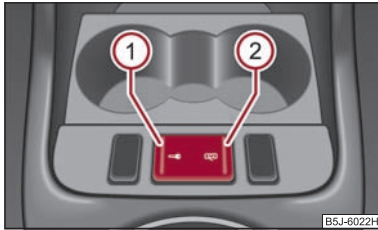

Abb. 26 Mittelkonsole: Zentralverriegelungstaste
- Drücken Sie die Taste ① ⇒ Abb. 26. Das Symbol in der Taste leuchtet auf.
- Drücken Sie die Taste ② ⇒ Abb. 26. In der Taste erlischt das Symbol .